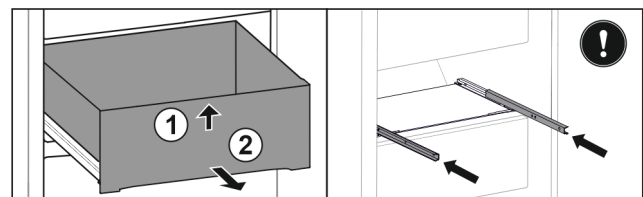

Fig. 147
- ▶ Підняти висувний ящик спереду. Fig. 147 (1)
- ▶ Вийняти висувний ящик рухом вперед. Fig. 147 (2)